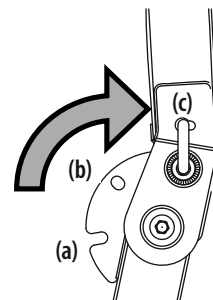

Figura 5
2. Mueva el ROPS a la posición deseada. Consulte la Figura 5.